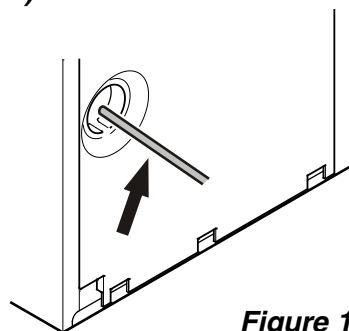

Figure 12
- Insérer le conduit d'alimentation d'eau dans l'orifice prévu à cet effet à l'arrière de l'appareil (Figure 12).